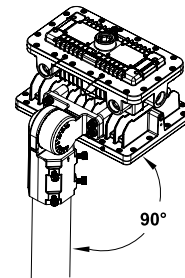

Fig. 20
- Notice: Adjustable angle is 0-90° (Figure 20).
- Remarque : L'angle réglable est de 0 à 90° (figure 20).